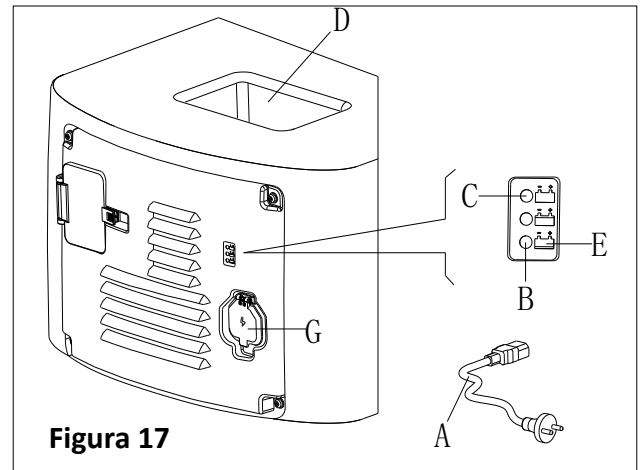

Figura 17
6. Conecte el cable cargador de batería (A, Figura 17) a la red eléctrica (G), luego todas las funciones de la máquina, excepto la función de carga, se cortan automáticamente. El LED rojo normal (B) marca que la máquina está en proceso de carga.
7. La carga de las baterías está completa cuando el LED verde (C) se enciende.
8. Desconecte el cable cargador de batería de la red eléctrica una vez la carga sea completada, luego guarde el cable cargador de batería en la caja de almacenamiento (D).
Para más información sobre la carga a bordo (E, Figura 17), por favor consulte el manual del centro de servicio.